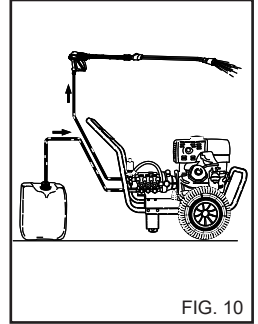

FIG. 10
- 4) Après l'emploi avec du détergent, rincer le circuit d'aspiration; enfilez le tuyau d'aspiration (fig. 10) du détergent dans un bidon d'eau propre et faire fonctionner la pompe pendant 1 minute avec le robinet de dosage complètement ouvert et la lance en phase de sortie du détergent.